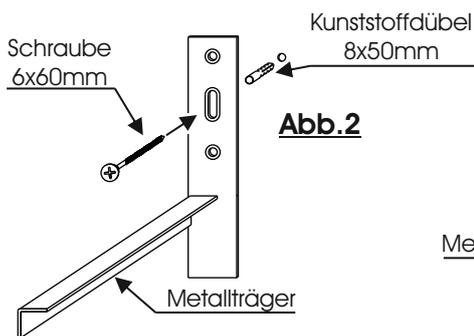

Abb.2
3. Bohren Sie die Montagelöcher mit einem 8mm Bohrer und montieren den Metallträger zunächst je mit einem 8mm Kunststoffdübel und einer 6x60mm Schraube. (Abb.2)